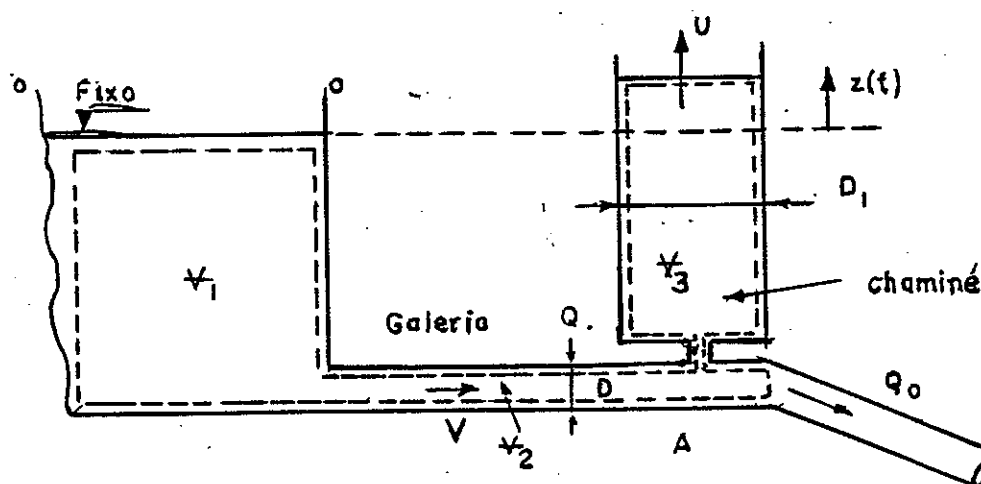

FIG.4.2.11
4.2.11 - Na instalação na Fig. 4.2.11 sabe-se que, quando a vazão Q passa bruscamente para Q_0 , a superfície livre do líquido na chaminé adquire um movimento de oscilação dado por